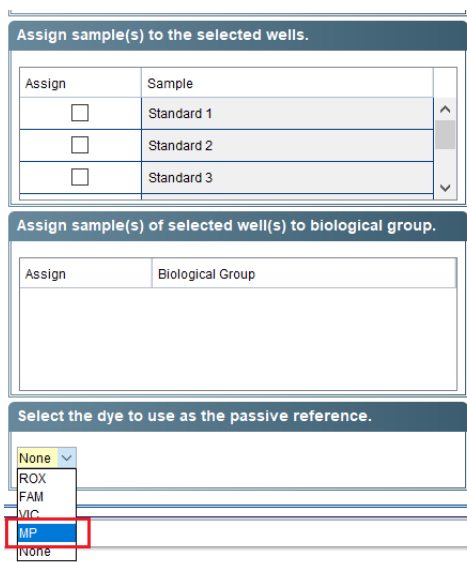

Рисунок 24
18. В графе выбора референсного красителя указать «MP» (рисунок 24).